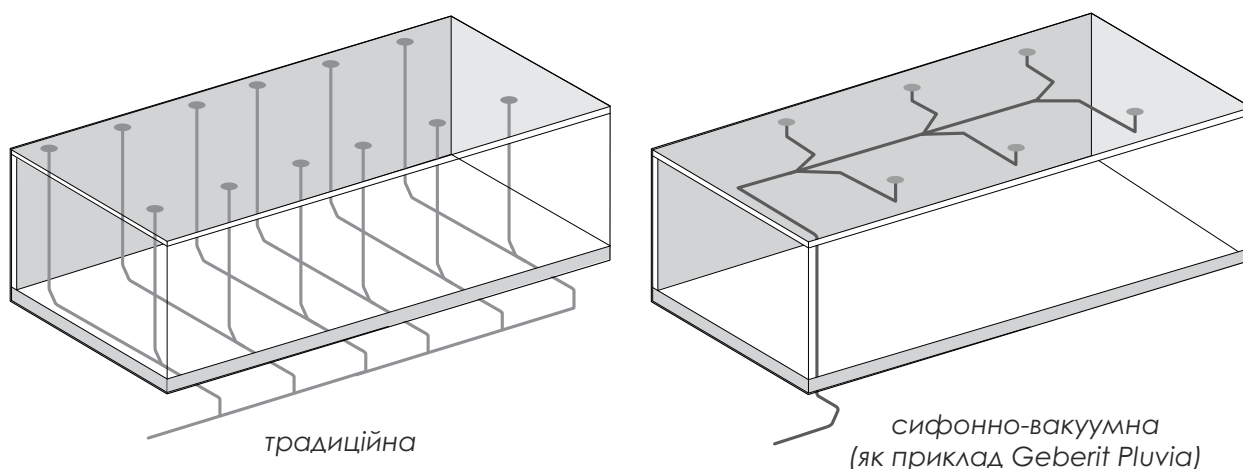

Рис. 62 - Види влаштування внутрішніх водостоків
**Самопливний водостік** (традиційний) (Рис. 62) служить для збору опадів і вільного відведення їх по похилих жолобах – в даному випадку вода заповнює систему частково.
В основі функціонування сифонного водовідведення (Рис. 62) лежить принцип, при якому водостік повністю заповнюють опади і тим самим утворюється водяний стовп, який розпочинається від воронки і закінчується місцем виведення водяного потоку в каналізацію. При падінні рівня опадів у вертикальній частині системи, через створення розрідження вода всмоктується з воронки у вертикально розташований стояк. Тим самим вона забирається з поверхні даху не у вільному, а в примусовому порядку. Такий метод більш ефективний, але для постійного підтримання ефекту сифона необхідна повна герметичність системи, яка досягається шляхом підбору точного розміру труб та використання сучасних матеріалів, що забезпечують якісну герметизацію.